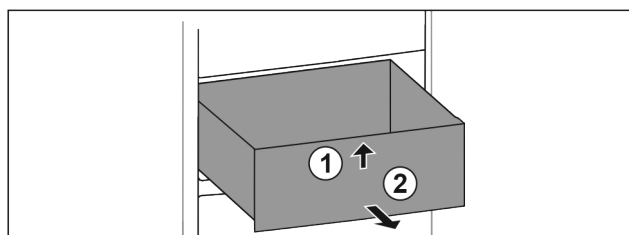

Fig. 78
- Lade aan de voorkant optillen. Fig. 78 (1)
- Lade naar voren toe verwijderen. Fig. 78 (2)